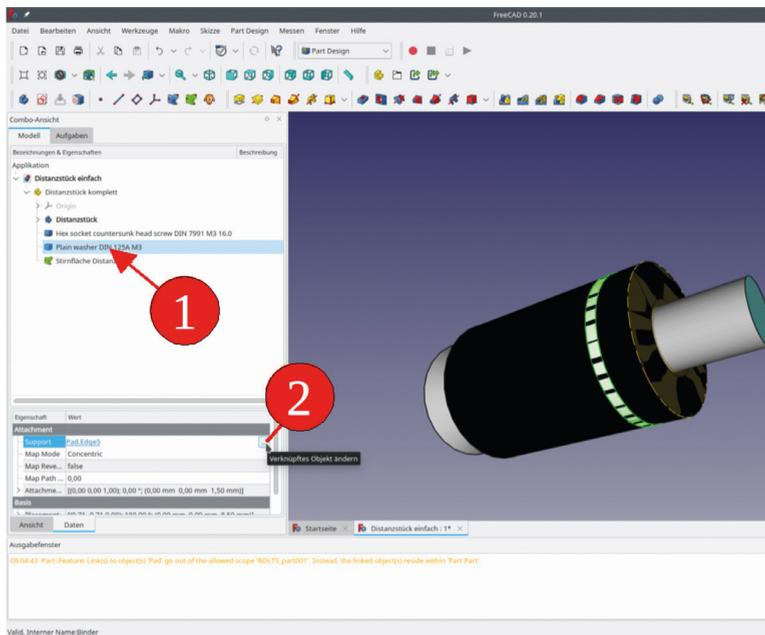

Bild 4-24
18. Jetzt müssen wir noch die Beziehung der Scheibe reparieren. Dazu klicken wir einmal auf die Scheibe und dann auf das Eigenschaftsfeld "Support" (Bild 4-24).